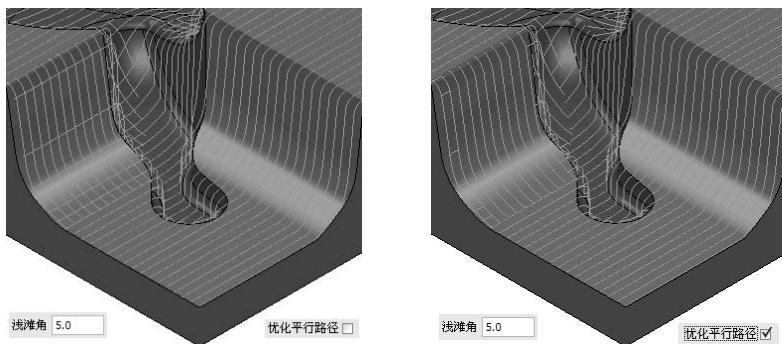

图 2-39 优化平行路径
**【优化平行路径】:** 当平行刀具路径是第一组平行刀具路径和第二组垂直的刀具路径组成，若选中“优化平行路径”复选框时，系统会在垂直刀路区域修剪第一组平行刀路，如图 2-39 所示。